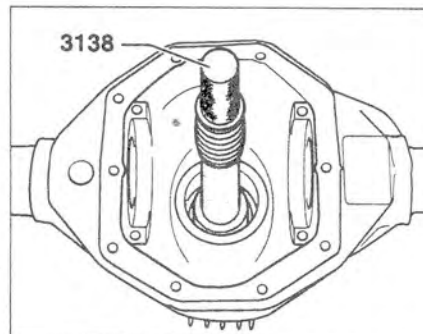

Рис. 5.102. Извлеките наружное кольцо конического роликового подшипника (со стороны фланца) с сальником.
8. Извлеките наружное кольцо конического роликового подшипника (со стороны фланца) с сальником (рис. 5.102).